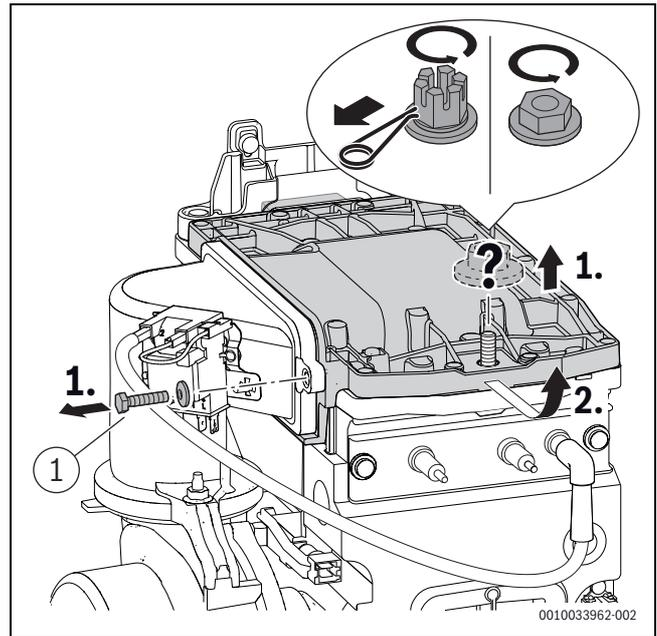

Fig. 41 Desmontar la tapa del quemador
- ▶ Fijar el tornillo izquierdo en la tapa del quemador ([1], fig. 41) con 5,5+0,5 Nm.